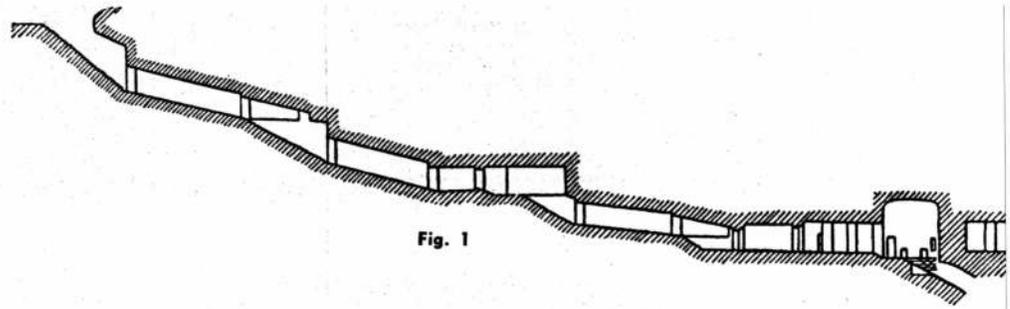

Fig. 1
Fig. 1. - Perspectiva mostrando las diversas actividades en los espacios del edificio. En el primer nivel inferior se encuentra: sala de máquinas, talleres, depósitos, teatro, gimnasio, piscina para niños y vestuarios. En el segundo nivel se ubicaron la piscina de natación, el vestuario, el restaurante y espacios para juegos diversos. El tercer nivel se lo destinó para juegos, nurseries, reuniones familiares, laboratorios y oficinas. La terraza se dedicó como aérea para solarium y descanso al aire libre.
**Construcciones Subterráneas.** — La fig. 1 muestra un corte tomado por Benoit, de la tumba de Seti I, en Tebas, construída entre los años 1350-1205 antes de la era cristiana. Constituye uno de los primeros ejemplos de construcciones subterráneas. En Inglaterra las construcciones subterráneas comienzan con la explotación de las minas de carbón, en todo el país. En el siglo XIX, cuando recién se concretaban las primeras obras ferroviarias con la construcción de las locomotoras con caldera a presión, se vislumbró la posibilidad del transporte subterráneo (fig. 2). A los fines del mismo siglo, la "profética visión" de túneles para el transporte de pasajeros, se concreta con la construcción del subterráneo de Londres, y las elaboradas conexiones enra sus varias líneas.